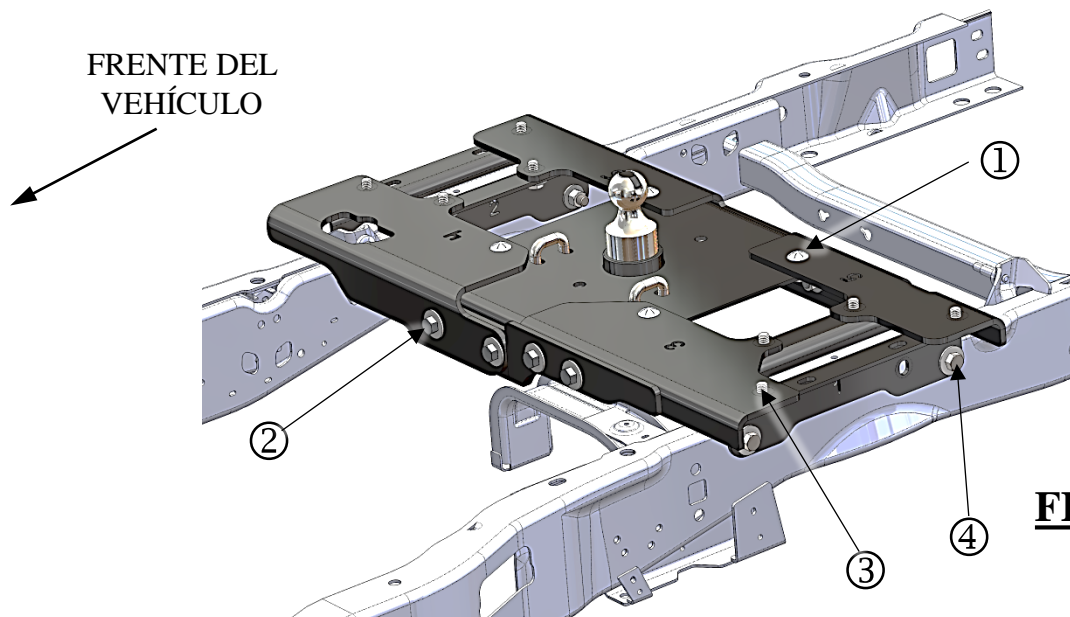

FIGURA 7
1. Apretar todos los fijadores en el siguiente orden: **Figura 7**